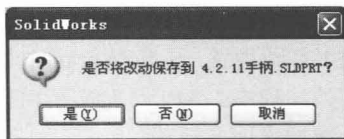

图 1-9 SolidWorks 提示框
(6) 最小化、最大化和关闭程序
- 关闭程序：单击“关闭”按钮 ，可退出程序。当文档有修改时，程序会弹出如图 1-9 所示的提示框，提示用户是否要保存修改。单击“是”按钮，保存后退出；若单击“否”按钮，则不保存退出；若单击“取消”按钮，则取消退出操作。